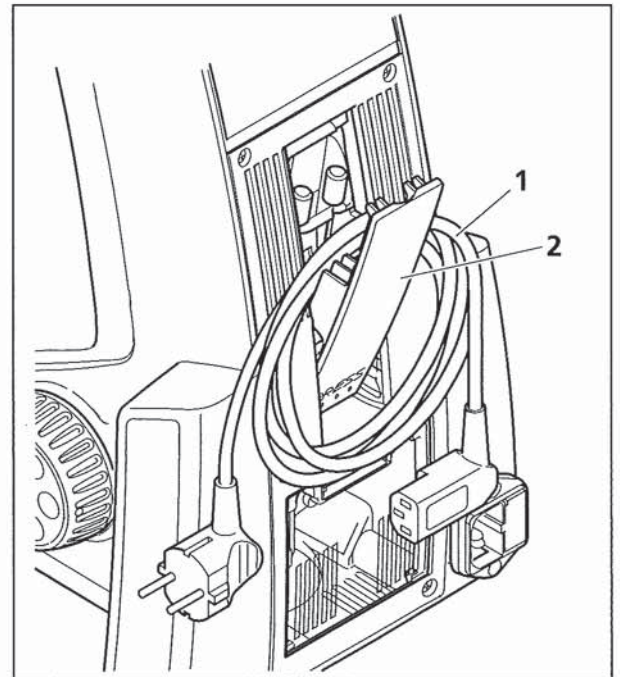

Bild 3-3 Netzkabel beim Transport in Abdeckklappe einhängen
- Für Transportzwecke kann das aufgerollte Netzkabel (Bild 3-3/1) in die geöffnete Abdeckklappe (Bild 3-3/2) eingehängt werden.